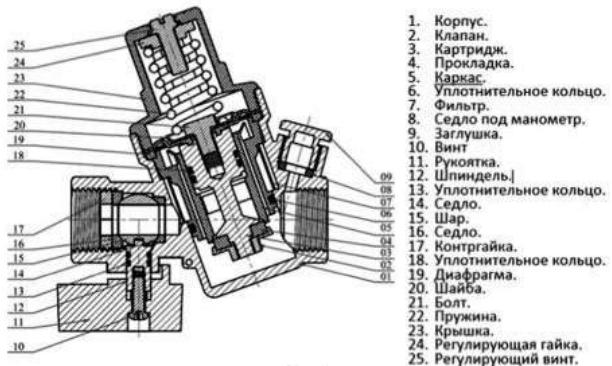

Рис.1
2.12 Габариты и присоединительные размеры приведены на рис. 1.